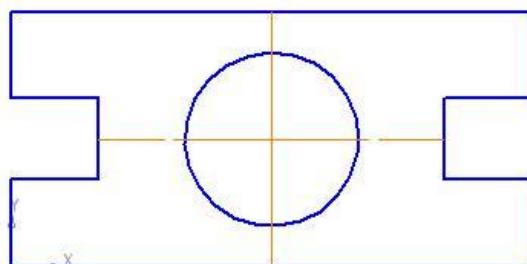

Рис. 18
- проверьте правильность построения (рис. 18).